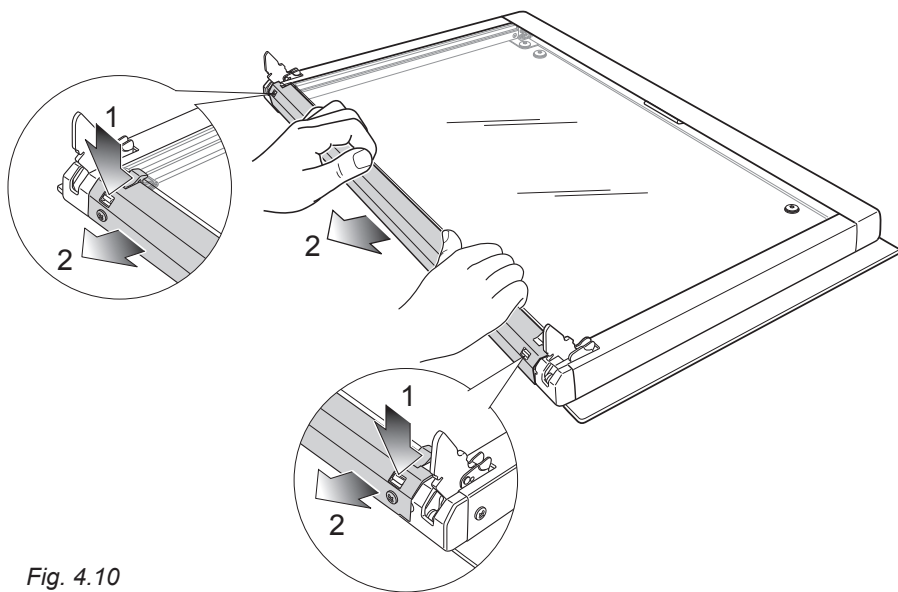

Fig. 4.10
**IMPORTANTE:** La porta del forno deve essere appoggiata in posizione orizzontale come illustrato in fig. 4.10.